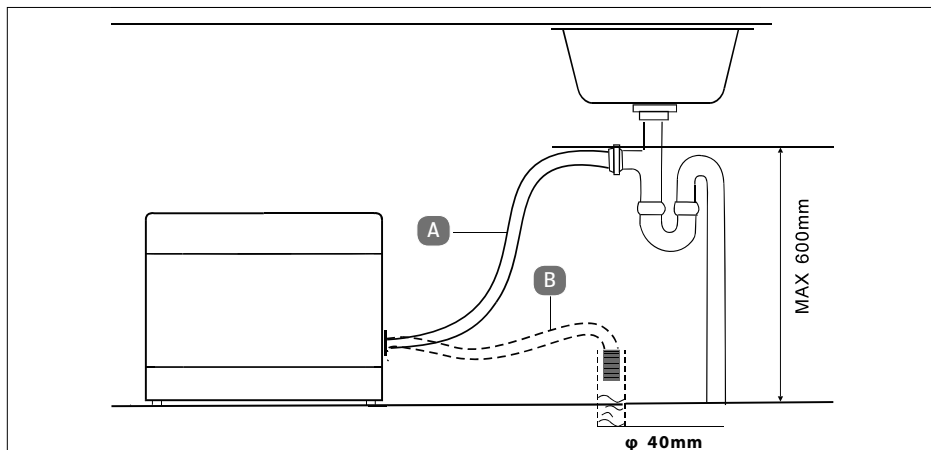

Fig. 6
- Raccordez le tuyau d'évacuation au siphon (pour machines à laver) du tube d'évacuation sous l'évier. Veuillez prévoir une pente suffisante pour le tuyau d'évacuation. L'appareil doit être positionné à 4 cm au moins au dessus de l'écoulement (voir **fig. 6, A**).
- ▶ Vous pouvez aussi insérer le tuyau d'évacuation dans un tube d'évacuation. Placez le tuyau dans la conduite d'évacuation de façon à ce qu'il ne puisse pas se détacher et que l'eau s'écoule librement vers le bas (voir **fig. 6, B**).